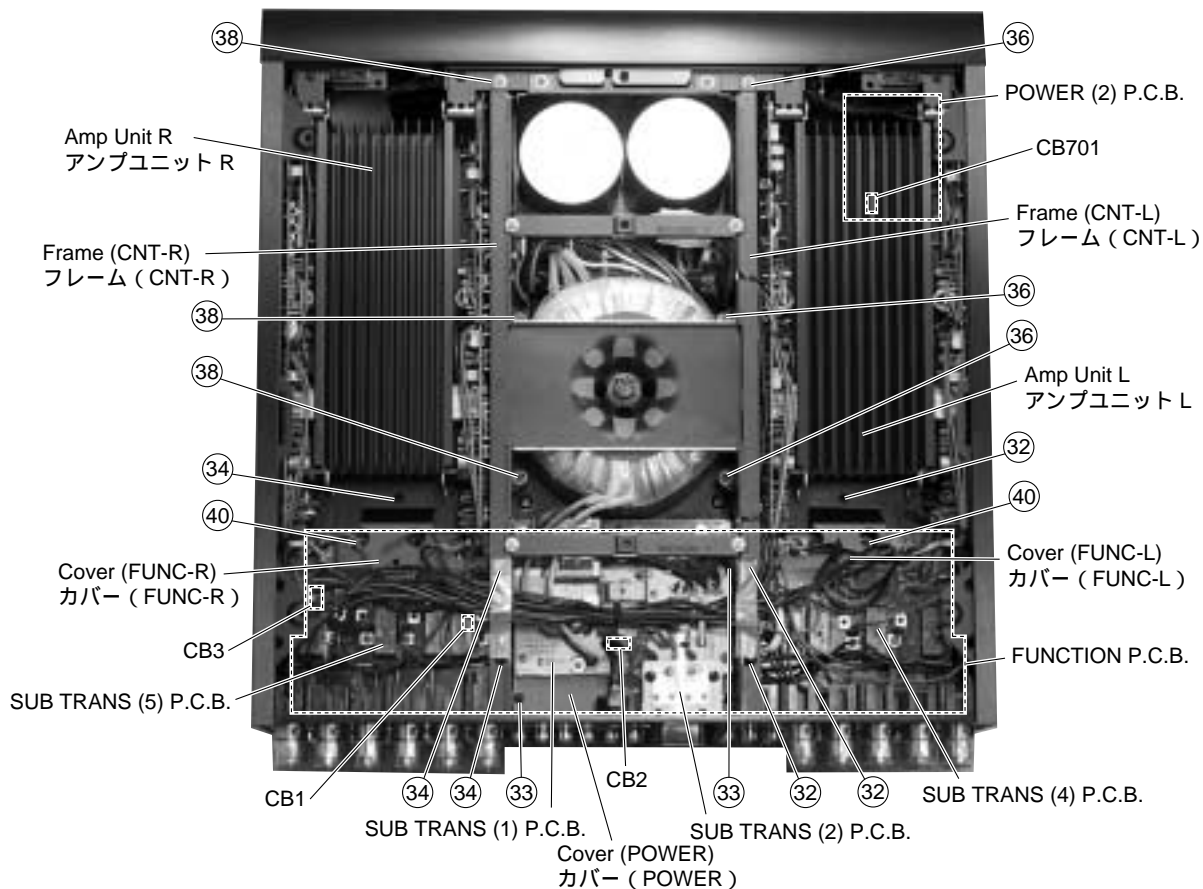

Fig. 14
- c. Remove the SUB TRANS (4) P.C.B. and SUB TRANS (5) P.C.B. (See procedure 7)
- d. Remove the SUB TRANS (1) P.C.B. and SUB TRANS (2) P.C.B. (See procedure 8)
- e. Remove 3 screws (32) and then remove the Cover (FUNC-L). (Fig. 14)
- f. Remove 2 screws (33) and then remove the Cover (POWER). (Fig. 14)
- g. Remove 3 screws (34) and then remove the Cover (FUNC-R). (Fig. 14)
- c. SUB TRANS (4) & SUB TRANS (5) P.C.B.を取り外します。(7項参照)
- d. SUB TRANS (1) & SUB TRANS (2) P.C.B.を取り外します。(8項参照)
- e. 32のネジ3本を外し、カバー(FUNC-L)を取り外します。(Fig. 14)
- f. 33のネジ2本を外し、カバー(POWER)を取り外します。(Fig. 14)
- g. 34のネジ3本を外し、カバー(FUNC-R)を取り外します。(Fig. 14)
- h. Remove 2 screws (35) and 3 screws (36) and then remove the Frame (CNT-L). (Fig. 14, 15)
- i. Remove 2 screws (37) and 3 screws (38) and then remove the Frame (CNT-R). (Fig. 14, 15)
- j. Remove 3 screws (39) and 2 screws (40). (Fig. 14, 15)
FUNCTION P.C.B.(Fig. 14)
POWER (2) P.C.B.(Fig. 14)
- l. Remove the FUNCTION P.C.B. with the Rear Panel (Upper) attached to it. (Fig. 14)
- h. 35のネジ2本と36のネジ3本を外し、フレーム(CNT-L)を取り外します。(Fig. 14, 15)
- i. 37のネジ2本と38のネジ3本を外し、フレーム(CNT-R)を取り外します。(Fig. 14, 15)
- j. 39のネジ3本と40のネジ2本を外します。(Fig. 14, 15)
- l. リアパネル(Upper)が付いた状態で、FUNCTION P.C.B.を取り外します。(Fig. 14)